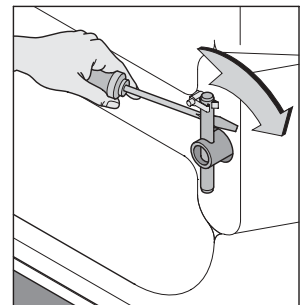

Bild 1
Die Transportsicherung unbedingt vor der Inbetriebnahme entfernen (Bild 1 - 3), sonst muß während des Betriebes mit Schäden am Gerät gerechnet werden.
- beide Stangen aus der Verankerung lösen und herausziehen (Bild 1 und 2)